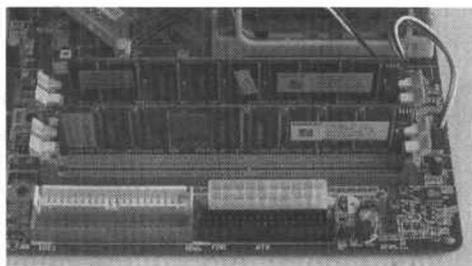

图 1-24 两根内存条的插法
- ③ 如果想发挥主板双通道的效果，两根内存条则必须是同一品牌、同一型号。然后将两根内存条插到 1、3 或 2、4 插槽上，即隔一个内存插槽插接，这样才能支持和发挥双通道的性能，如图 1-24 所示。